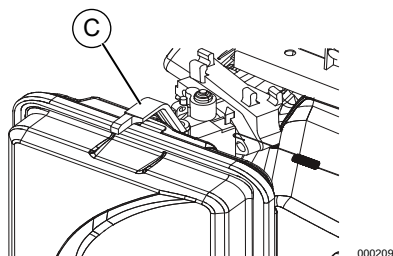

Figure 3-3. Position du bouton de l'étrangleur
5. Faites glisser le bouton de l'étrangleur (C) en position Étranglement Max (gauche). Voir **Figure 3-3**.